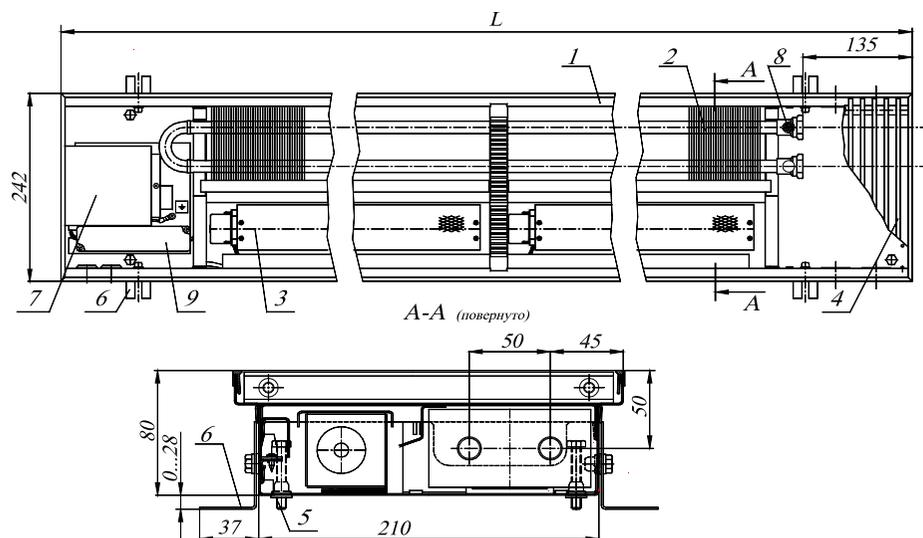

Рис.1 Конвектор КVK12 24.08.060...310-VKP(VUP)-П
4.1. Конвекторы имеют следующие основные элементы (см. рис.1, 2):
4.3. Размеры и технические характеристики изделий представлены на Рис.1, 2 и в таблице 1.